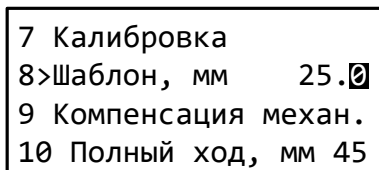

Рисунок 22 – Редактор высоты шаблона
5.6.6 Убрать шаблон (подставки оставить) и нажать любую кнопку – пестик опустится до касания подставок, автоматически запустится редактор параметра 8 «Шаблон, мм» (рисунок 22).